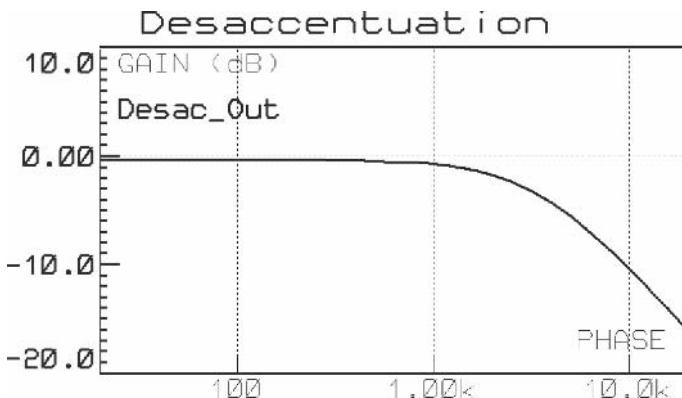

Figure 2.14
**Tentatoo** – Si nous ne procédons pas à l’opération inverse au moment de la réception, le son sera effectivement très aigu et très désagréable à écouter. C’est pourquoi bien entendu le nécessaire est fait dans le récepteur, afin de retrouver au final le son d’origine. Le graphe donné en **figure 2.14** montre l’allure de la courbe d’atténuation des aigus, appelée *courbe de désaccentuation*, mise en œuvre dans les récepteurs FM. Notez que cette courbe commence à prendre effet aux alentours de 400 Hz et que l’atténuation à 10 kHz est de 10 dB. On est bien en présence d’une courbe dont l’effet est le miroir de celui de la courbe de préaccentuation.